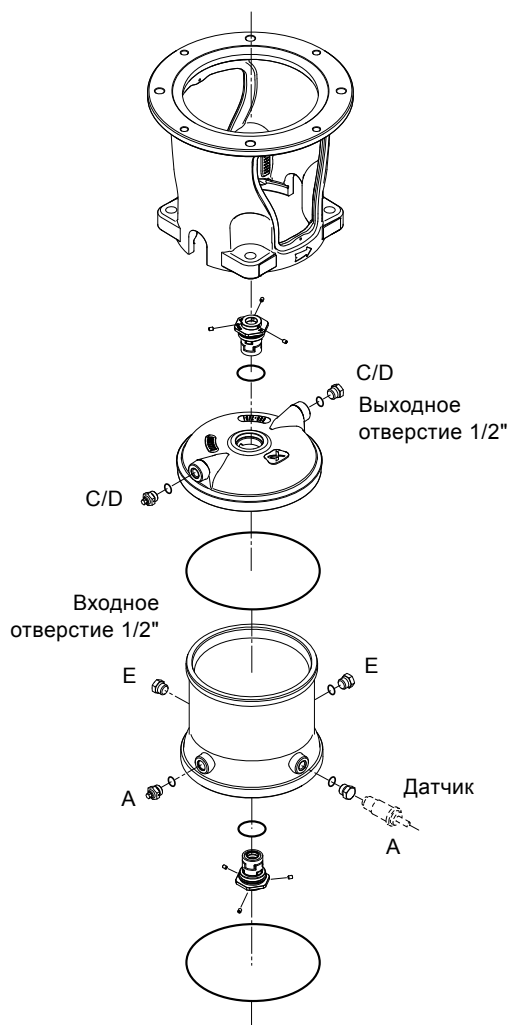

Рис. 1 Камера уплотнения CR, CRN 95, 125, 155
| | 1 | <p>Подсоединить трубопровод для подачи запорной жидкости</p> <ul style="list-style-type: none"> Соединить один торец с камерой уплотнений (поз. E, рис. 1). Другой торец - с нагнетательным патрубком дозировочного насоса. |
| | 3 | <p>Заполнение и удаление воздуха из камеры уплотнения</p> <ul style="list-style-type: none"> Запустить дозировочный насос. Заполнить камеру уплотнения и удалить из неё воздух через винт вентиляционного отверстия в верхней части камеры (поз. C/D, рис. 1). <p>Дозировочный насос автоматически остановится, когда будет достигнуто давление, заданное на этапе 2.</p> |
| | 4 | <p>При работе с подпором</p> <ul style="list-style-type: none"> Открыть в головной части насоса вентиляционное отверстие (поз. A, рис. 1), закрытое винтом. Закрыть задвижку на стороне нагнетания насоса. Открыть задвижку со стороны всасывающего патрубка насоса. Медленно заполнить насос перекачиваемой жидкостью. <p>Когда жидкость начнет вытекать через вентиляционное отверстие, немедленно закрыть его, завернув винт до упора.</p> <p>При работе на всасывание</p> <ul style="list-style-type: none"> Открыть в головной части насоса вентиляционное отверстие (поз. A, рис. 1), закрытое винтом. Закрыть задвижку на стороне нагнетания насоса. Заполнить насос и всасывающий трубопровод перекачиваемой жидкостью, используя для этой цели воронку. Когда жидкость начнет вытекать через вентиляционное отверстие, немедленно закрыть его, завернув винт до упора. <p>Внимание: Во всасывающем трубопроводе необходимо установить обратный клапан.</p> |
- Через несколько минут после пуска необходимо еще раз удалить из насоса воздух через винт вентиляционного отверстия (поз. А, рис. 1).
Слить жидкость из камеры, отвернув самую нижнюю пробку (поз. E, рис. 1).